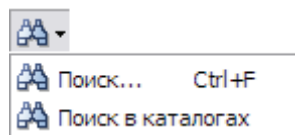

Рис. 3.67
2. В окне TG Browser в выпадающем меню кнопки **Поиск** выберите пункт **Поиск в каталогах** (Рис. 3.67).